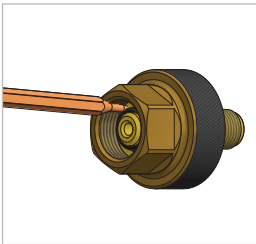

Abbildung 3
- ▶ Untergraben Sie die Frontdichtung (Pos. 7) mit dem WEH® O-Ring Picker Art. Nr. E98-101969 und entnehmen Sie ihn aus dem Einstich (*Abbildung 3*).